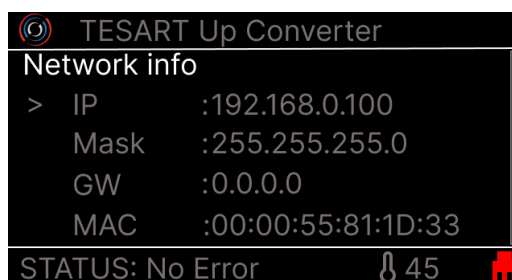

Рисунок 11 – Меню отображения сетевых параметров конвертера (Вкладка Network info)
2.3.2.16 Для получения справочной информации о сетевых параметрах конвертера, используется вкладка «Network info» (Рисунок 11).